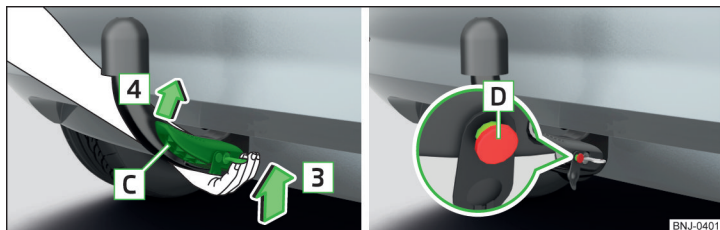

Fig. 236 Inserimento della testa sferica / Dado di innescio in posizione estratta
- Afferrare la testa sferica **dal basso** » fig. 236 e inserirla nel pozzetto di alloggiamento in direzione della freccia **3** sino a quando si innesterà con un clic udibile » **!**.